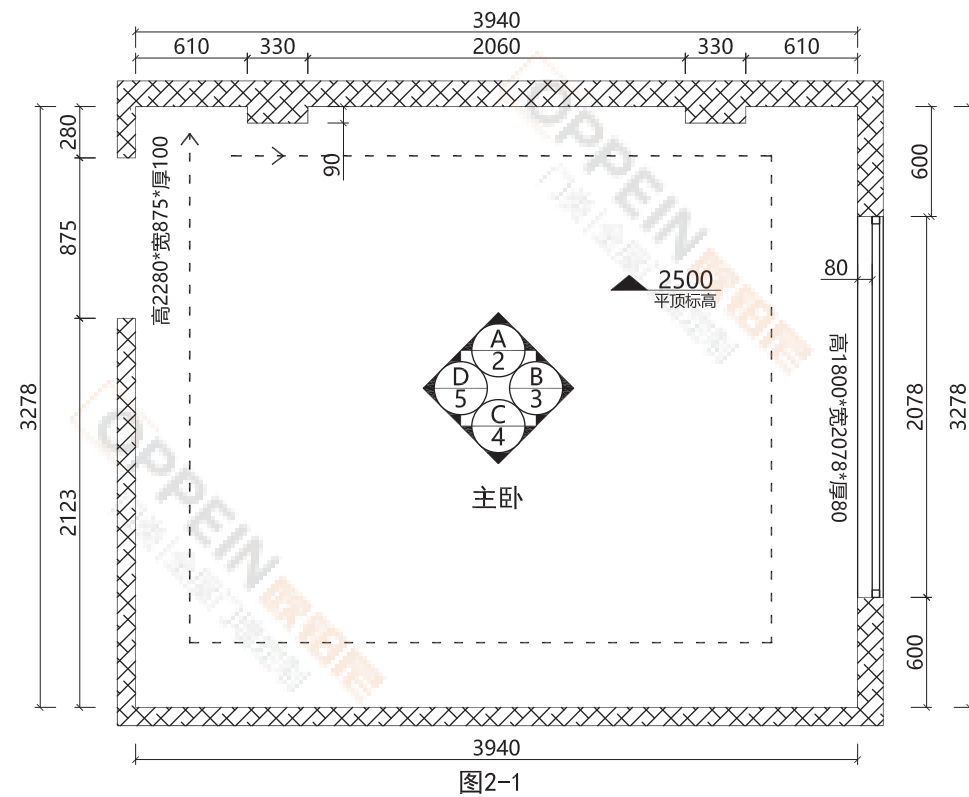

图2-1
(2) 初步测量的步骤
- c. 测量时一般要有客户家的装修平面图,确定好每个房间(区域)的名称,确定立面方位图,如果没有图纸或图纸上没有名称需要自己手绘平面图定义房间(区域)名称。按顺序测量,必须按同一方向顺时针(逆时针)测量,防止遗漏(图2-1)。